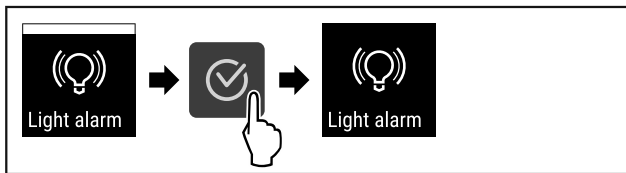

Fig. 120
- ▶ Изпълнете стъпките (виж Fig. 120) .